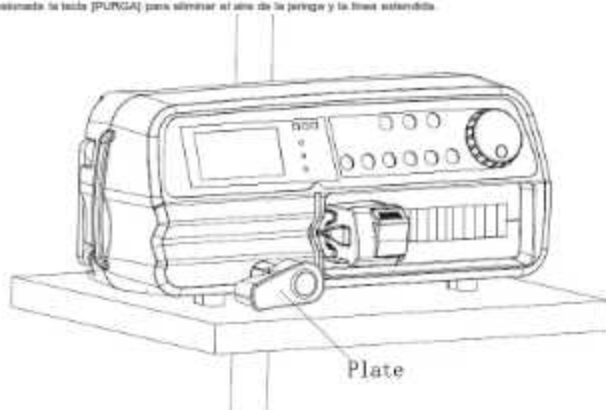

Figura 5.2
- Retíre y gire la placa de la jeringa 90 grados (consulte la Figura 5.2).